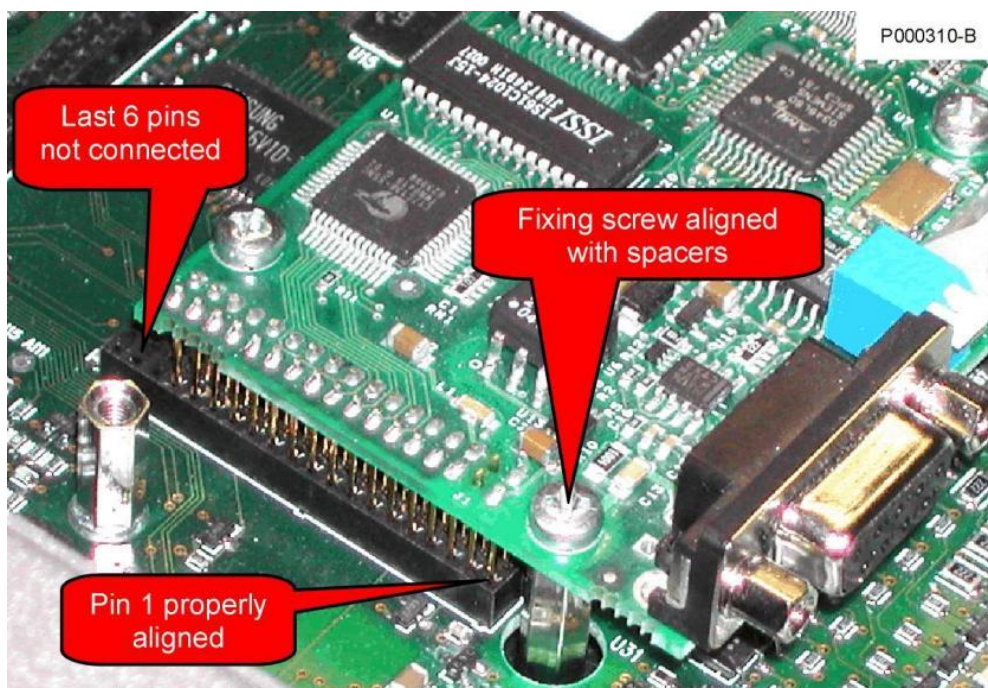
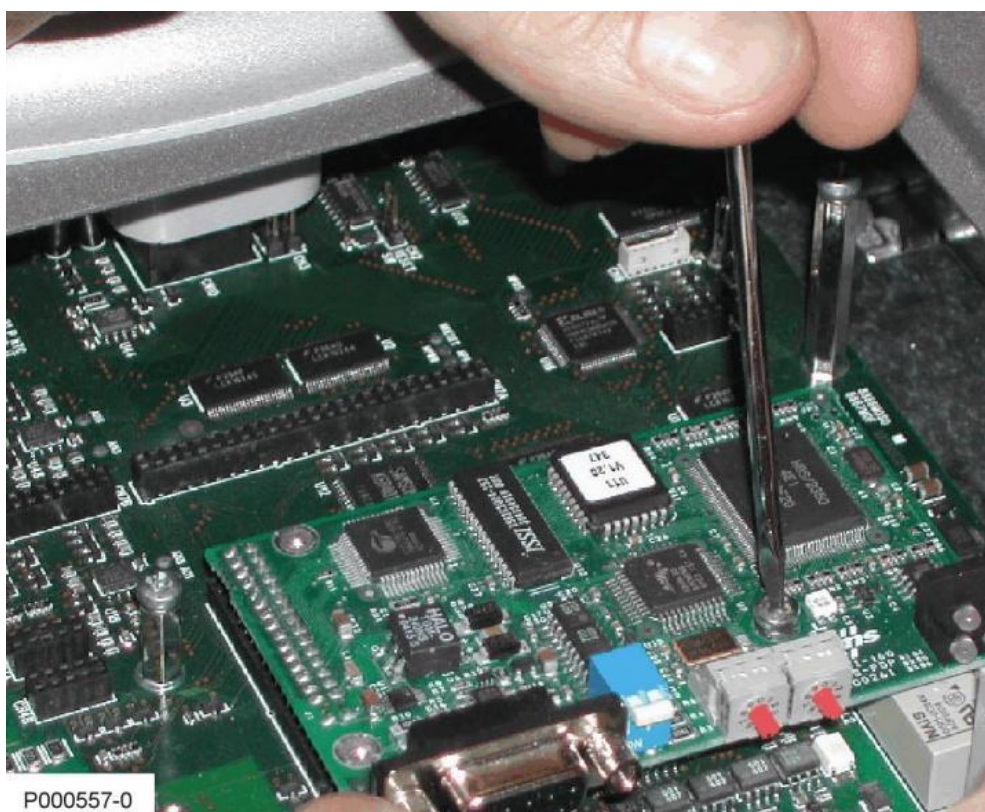

Figura 89: Verifica del corretto allineamento del pettine di contatti sul connettore slot B
Figura 90: Fissaggio della scheda sullo slot B
- 4) Inserire la scheda nello slot B facendo attenzione che il connettore a pettine della scheda occupa solo la parte anteriore dello slot lasciando liberi gli ultimi 6 pin. Se la scheda è correttamente installata si ha l'allineamento tra i tre fori di fissaggio e le corrispondenti sedi delle colonnette metalliche di supporto. Dopo aver controllato il corretto allineamento serrare le tre viti di fissaggio della scheda come mostrato in Figura 89 e Figura 90.